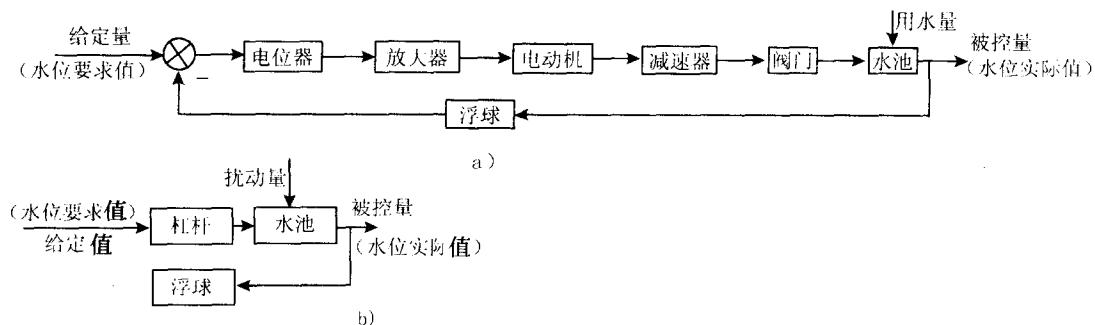

图 1-8 水位控制系统方框图
(1) 画出其方框图(包括给定输入量和扰动输入量)；
(2) 分析工作原理，讨论偏差和扰动的关系。
**【解析】** (1) 水位控制系统方框图如图 1-8 所示。